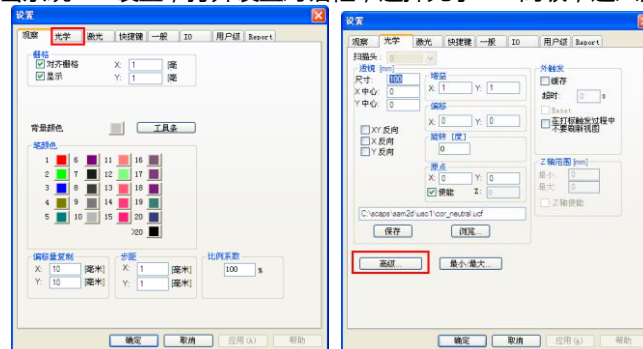

图 18
1) 打开 SAMLight 软件，点击系统—>设置，打开设置对话框，选择光学—>高级，进入高级设置，如图 18：